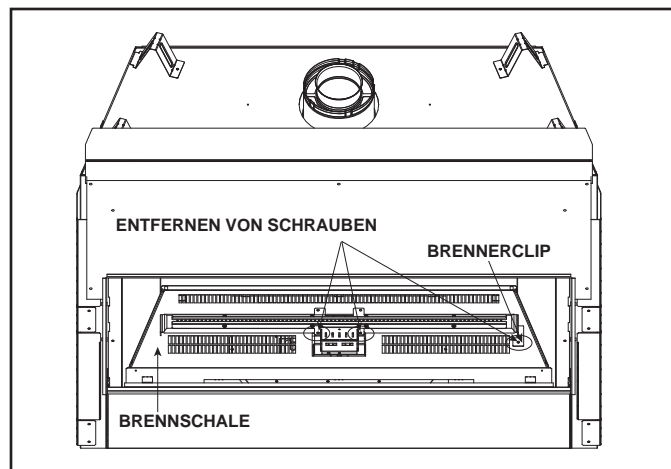

Abbildung 16.4 Entfernen der Brenner
1. Entfernen Sie die Brennerbaugruppe durch Herausdrehen der zwei Schrauben, mit denen der Brenner an der Pilotbaugruppenhalterung befestigt ist, und entfernen Sie die eine Schraube, mit der der Brennerclip zum Fixieren des Brenners an der Brennschale befestigt ist. Siehe Abbildung 16.4.